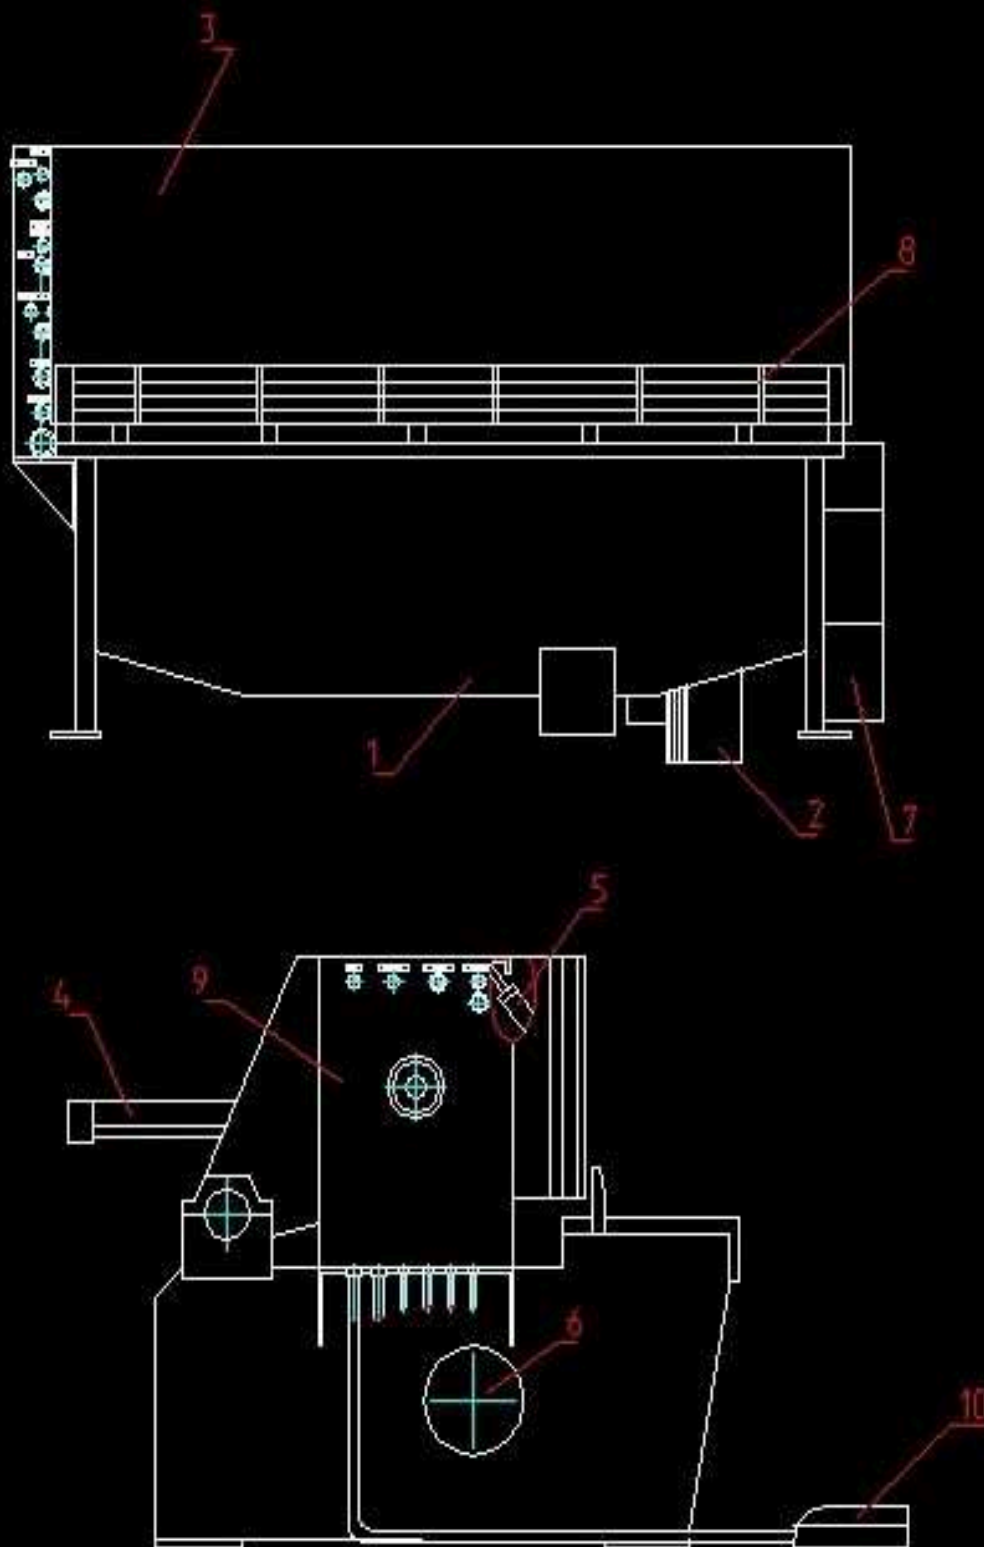

Рис.1 Общий вид ножниц
1.2.1 Общий вид ножниц с обозначением составных частей (рис.1).